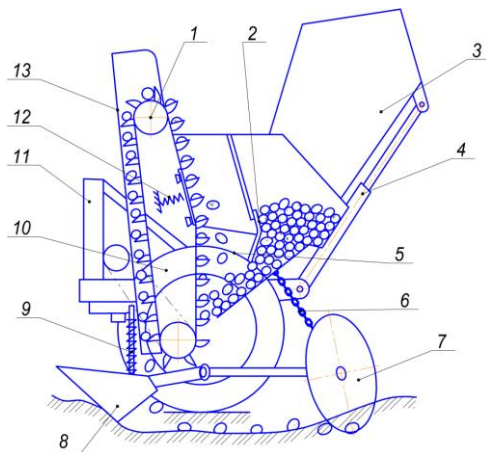

Рис. 1. Схема рабочего процесса картофелесажалки Л1-202:
Сажалка (рис. 1) состоит из рамы 11, опорно-приводных колес 10, бункера с загрузочной частью 3 и питающим ковшем 5, высаживающих аппаратов 1 цепочно-ложечного типа, сошников 8, бороздозакрывающих дисков 7. С помощью гидроцилиндров 4 загрузочная часть бункера может опускаться вниз на высоту, достаточную для загрузки в бункер клубней из самосвального транспортного средства. Привод высаживающих аппаратов картофелесажалки осуществляется от опорно-приводных колес.
*Глубину хода сошников* изменяют перестановкой шплинтов на штангах 9 (см. рис. 1). Степень сжатия штанговых пружин регулируют поднятием их нижних концов.
*Глубину посадки (высоту гребней)* регулируют изменением длины цепей 6 дисков 7 (см. рис. 1).